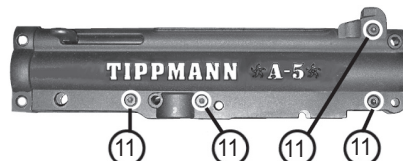

Figure 15: Enlevez les vis pour séparer les récepteurs.
2. Enlevez 4 vis du récepteur supérieur (11) comme montré en Figure 15.
3. Lift the left upper Receiver half (10) from the right upper Receiver half (1).